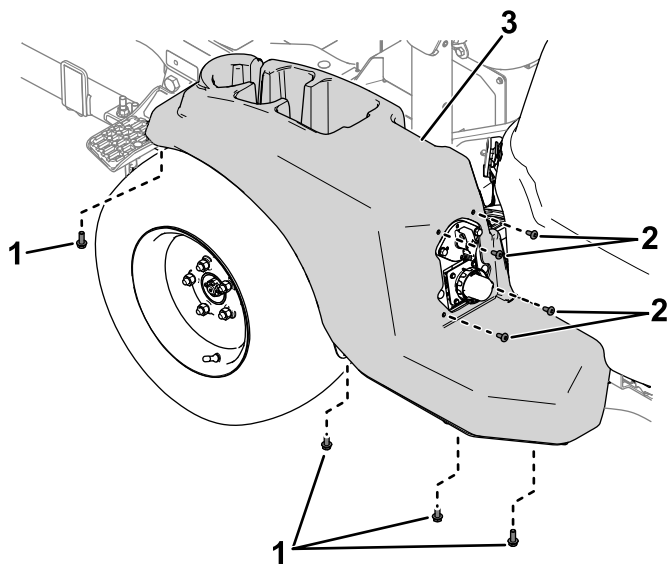

Bild 1
1. Entfernen Sie die Schrauben, mit denen die Abdeckung an der linken Seite der Maschine befestigt ist (Bild 1), und nehmen Sie die Abdeckung ab.